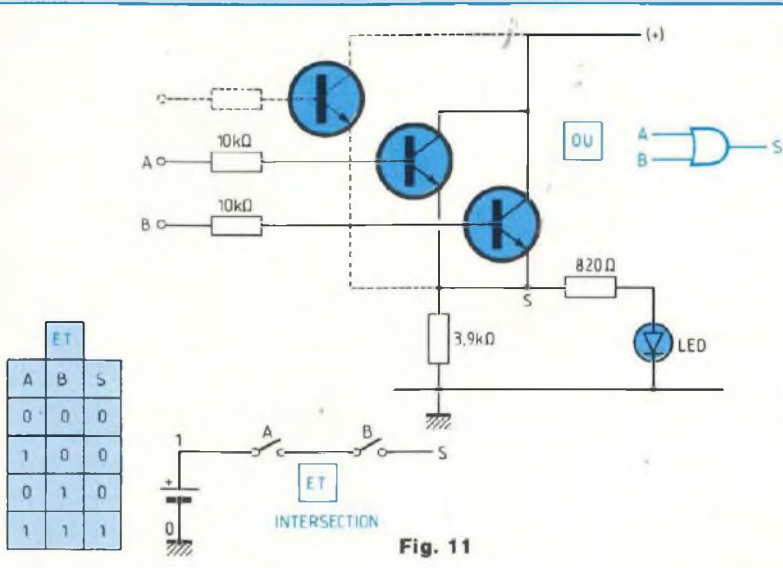

Fig. 11
Nous allons maintenant disposer nos interrupteurs A et B en série, comme le montre la figure 11.
**ET**, dont nous avons établi la table de vérité à la figure 11 et dont la parfaite concordance avec celle de l'INTERSECTION (.) n'échappe à personne.